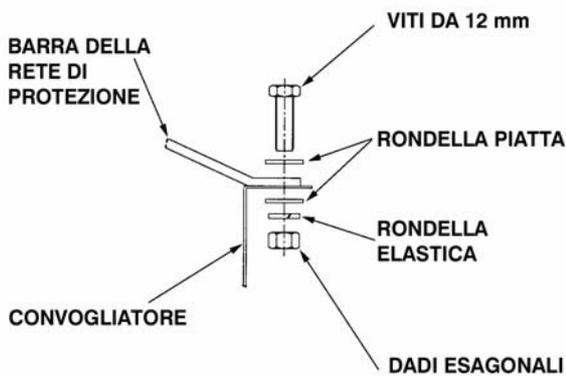

Figura 9 - Installazione della rete di protezione sul convogliatore in uscita
2. Attaccare la rete di protezione al convogliatore in uscita in corrispondenza di ogni foro, come indicato nella Figura 9.
4. Attaccare la rete di protezione al convogliatore in uscita, in corrispondenza di ogni foro, come indicato nella Figura 9. Fissare il supporto al convogliatore in uscita con la rete di protezione, nei quattro punti di contatto.